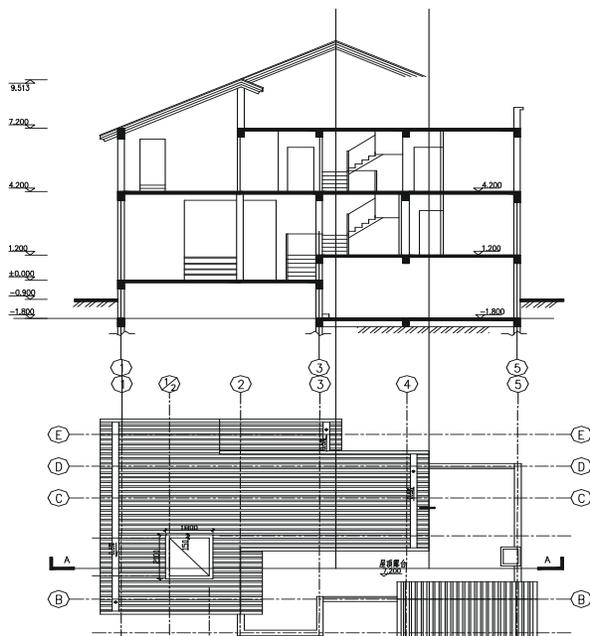
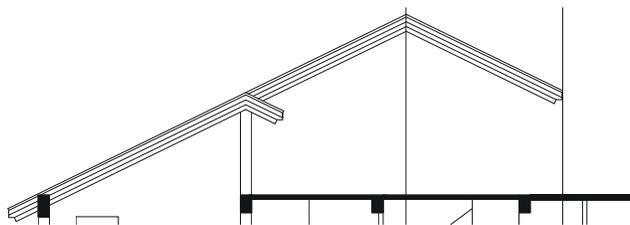

图 10-2-25
图 10-2-26
**STEP 21** 将如图 10-2-24 所示的剖面图放到屋顶平面图上方, 并对齐中轴线, 如图 10-2-25 所示。
**STEP 22** 使用延伸命令 EXTEND 将如图 10-2-25 所示剖面图的瓦檐线延长并在其端口绘制出与左边相同的折线, 也可以使用镜像命令 MIRROR 将左边的折线镜像并移动到端口, 如图 10-2-26 所示。